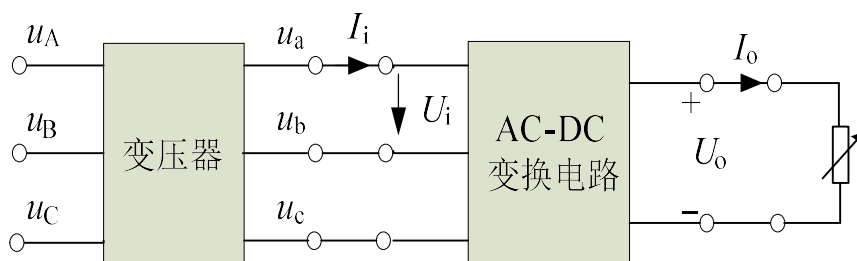

图 1 三相 AC-DC 变换电路原理框图
设计并制作图 1 所示的三相 AC-DC 变换电路，该电路的直流输出电压 U_o 应稳定在 36V，直流输出电流 I_o 额定值为 2A。
(1) 图 1 中的变压器由三相自耦调压器和三相隔离变压器组合构成, 变压器原、副边侧均为三相对称交流电。变压器原边电压较高, 请务必注意安全。
(2) 题中所有交流电压、电流参数均为有效值, AC-DC 变换电路效率 $\eta = \frac{P_o}{P_i}$, 其中 $P_o = U_o I_o$, $P_i = \sqrt{3} U_i I_i \cos \varphi$ 。
(3) 本题定义: 1) 负载调整率 $S_I = \left| \frac{U_{o2} - U_{o1}}{U_{o1}} \right| \times 100\%$, 其中 U_{o1} 为 $I_o=0.1A$ 时的直流输出电压, U_{o2} 为 $I_o=2A$ 时的直流输出电压; 2) 电压调整率 $S_U = \left| \frac{U_{o2} - U_{o1}}{36} \right| \times 100\%$, U_{o1} 为 $U_i=23V$ 时的直流输出电压, U_{o2} 为 $U_i=33V$ 时的直流输出电压。
(4) AC-DC 变换电路的直流辅助电源作为变换电路的组成部分, 可购买电源模块 (亦可自制), 由图 1 中的变压器供电, 其耗能应计入 AC-DC 变换电路的效率计算中。测试现场不另行提供其他交、直流电源。
(5) 制作时须考虑测试方便, 合理设置测试点, 参考图 1。
(6) 本题测试统一使用功率分析仪。